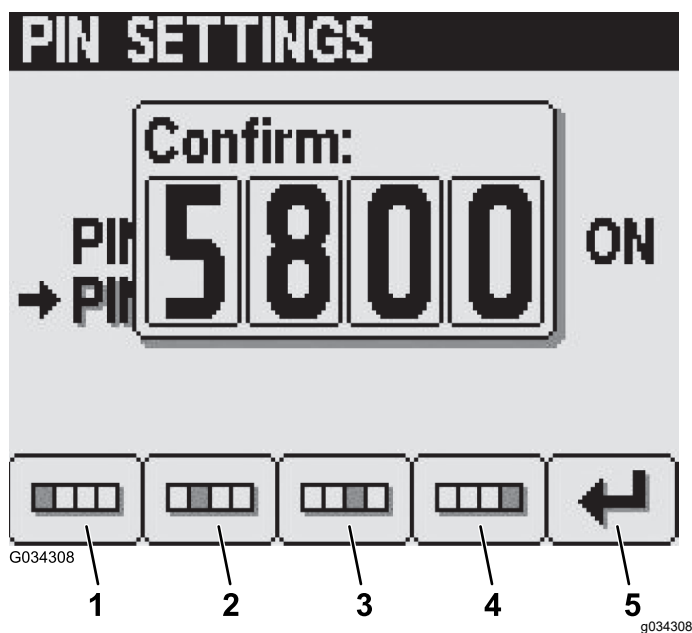

Figura 29
completate l'inserimento del PIN, premete il pulsante 5 (Figura 29).
**Nota:** Una volta confermato il codice PIN (Figura 29), appare la schermata PIN Corretto per circa 5 secondi.